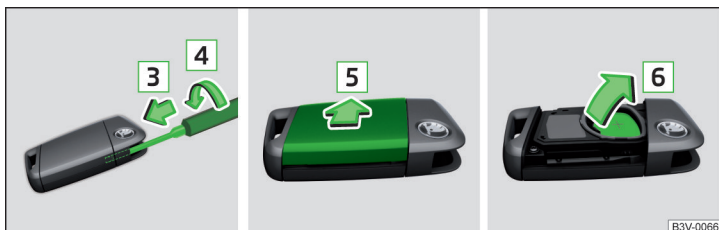

Fig. 255 Înlocuirea bateriei
- Introduceți o șurubelniță cu lama de 3 mm lățime în corpul cheii, în sensul săgeții **3**, la o adâncime de aproximativ 12 mm » fig. 255.